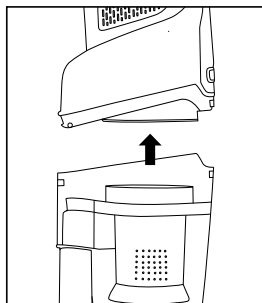
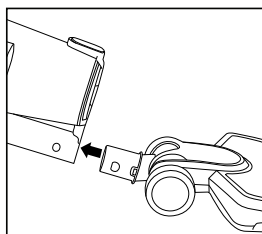

Fig. 4
Fig. 5
6. Vuelva a colocar el depósito de polvo en la aspiradora (Fig. 4). Luego, vuelva a colocar la boquilla para suelo y continúe aspirando (Fig. 5).